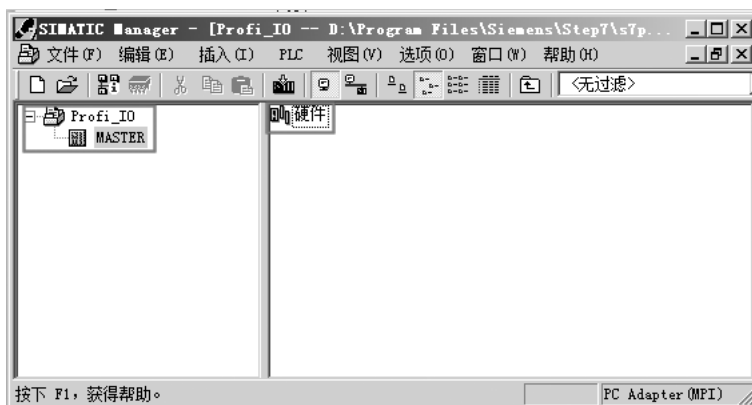

图 8-183 新建项目
1) 新建项目。新建项目命名为“Profi_IO”，插入站点 CPU 400，双击“硬件”，打开硬件组态界面，如图 8-183 所示。